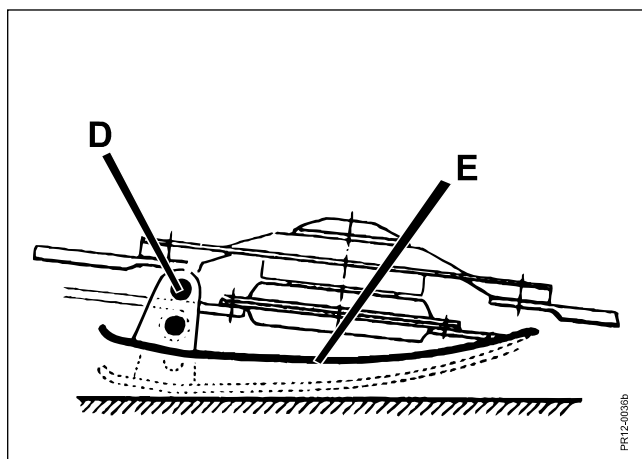

Fig. 3-9
- Fig. 3-9** Stubbhöjden grovinställs i 2 steg med pinnen **D** vid släpskon **E** på höger och vänster sida (nedersta hålet ger låg stubb). Fininställning kan utföras genom att länga eller korta toppstången.